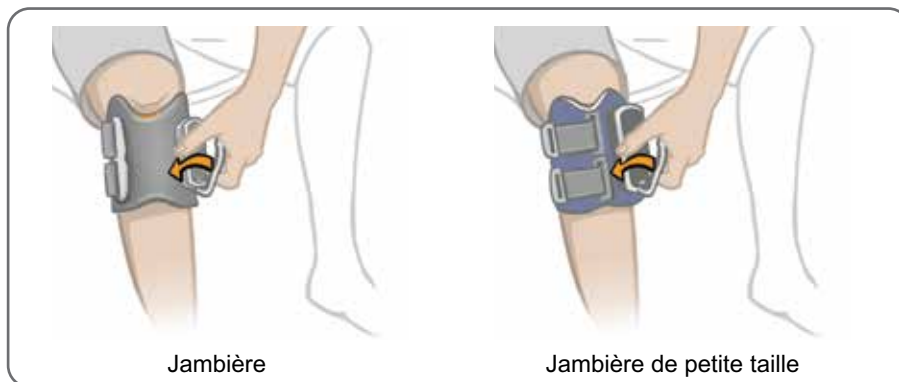

Figure 6-13 : Fixation de la sangle de la jambièrre
- Attrapez la poignée de la sangle de la jambièrre. Reportez-vous à la figure 6-13. Placez le pouce sur le support de la jambièrre, puis attachez la poignée de la sangle autour du support. Si vous utilisez la jambièrre de petite taille, vous pouvez stabiliser la jambièrre sur votre jambe avec l'autre main.